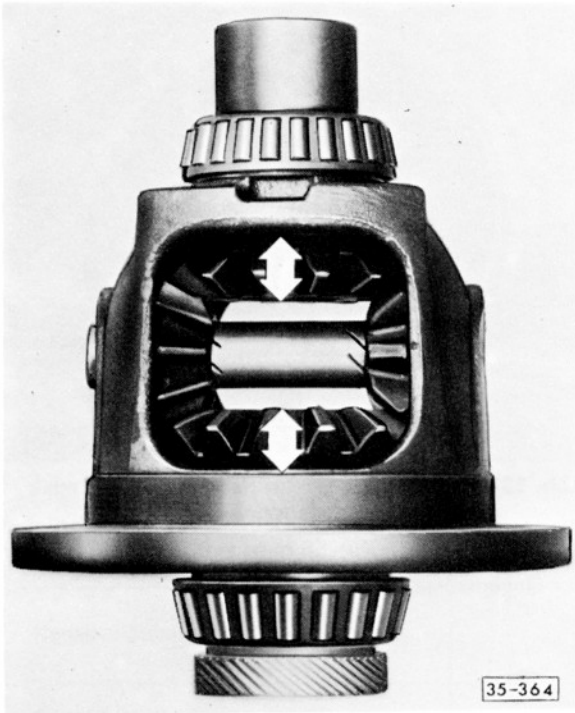

Abb. 9 Ausgleichkegelräder einstellen
- Große Ausgleichkegelräder mit richtigen Einstellscheiben (Abb. 9 und 10) einsetzen.